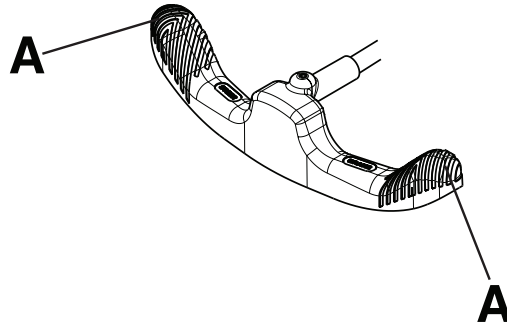

Figura 1 – Funcionamento do pedal de travagem/condução
Nota - Não carregue no centro do pedal de travagem/condução. Carregue sempre para baixo no lado exterior (A) do pedal de travagem/condução (Figura 1).